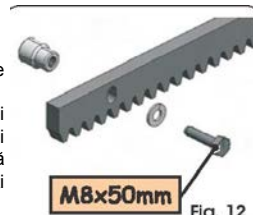

Fig. 12
5.4.2. CREMALIERA DI ACCIAIO AD AVVIARE (Fig. 12)